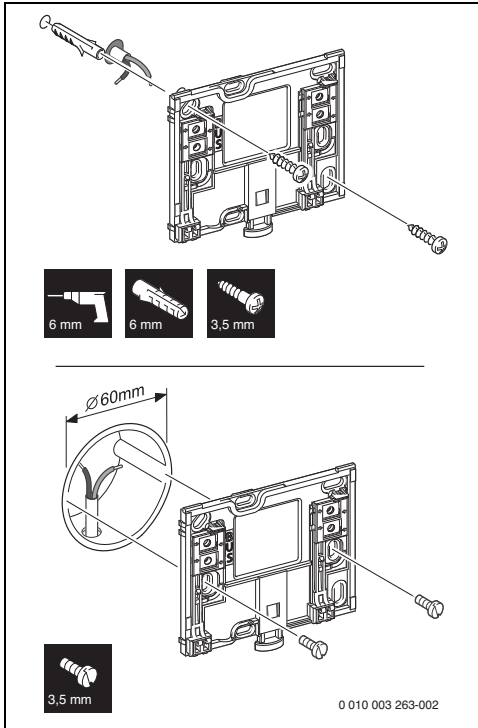

Bild 4 Installation des Sockels
► Sockel an einer Wand installieren (→ Bild 4).